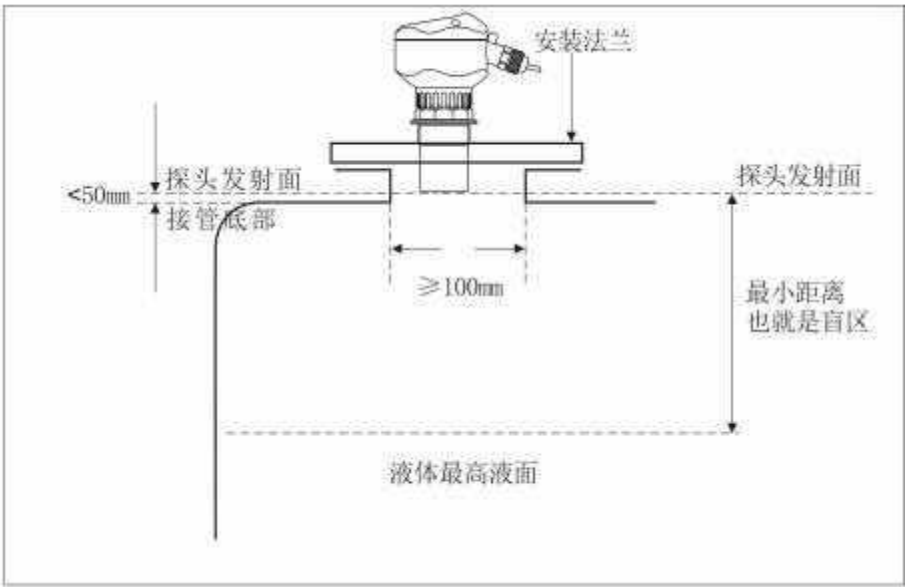

图 6-11 平顶罐使用短接管时安装示意图
1、有短接管：接管内壁平整无毛刺，探头发射面距接管底部 $<5\text{cm}$ ，如图6-11所示。